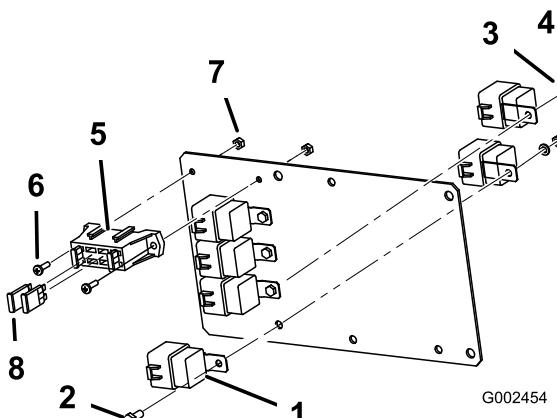

Figura 7
1. Fixe 6 relés à placa de montagem (Figura 7), utilizando 4 parafusos (1/4 x 5/8 pol), 4 anilhas de bloqueio (1/4 polegada), e 4 porcas (1/4 polegada). Quatro relés podem ser montados na frente da placa, e dois relés têm que ser montados na traseira da placa. Os dois relés montados na traseira da placa partilham as fixações com os relés montados na parte da frente nas posições com os mesmos furos.
2. Fixe o lado do bloco de fusíveis da cablagem à placa de montagem (Figura 7), utilizando 2 parafusos (#10) e 2 porcas (#10).
4. Instale dois disjuntores térmicos (30 amp.), nas ranhuras abertas existentes no meio do bloco de fusíveis, na placa montagem da ECU (Figura 7).